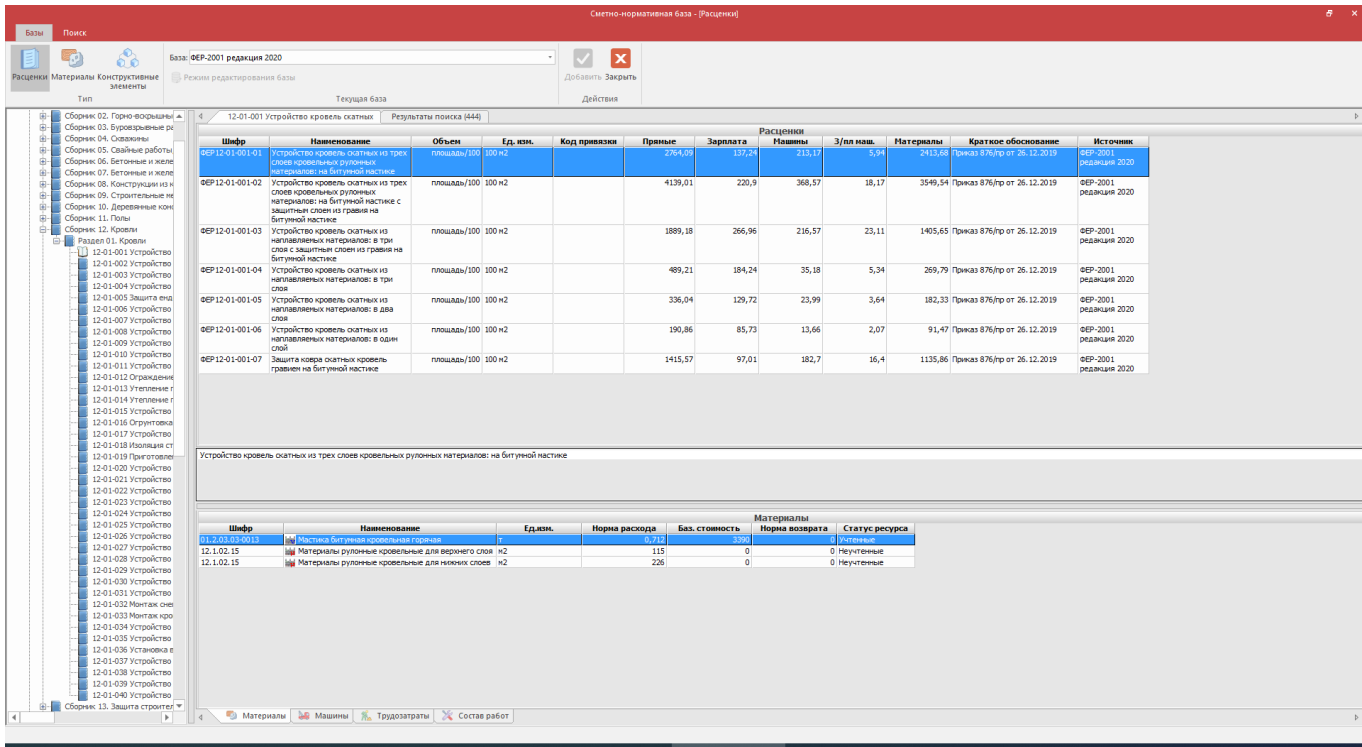

Рис. 5.3 Выбор нормы в базе
1. В открывшемся диалоговом окне **СНБ** выбрать норму (материал или конструктивный элемент) и нажать на кнопку **Добавить** (рис. 5.3).